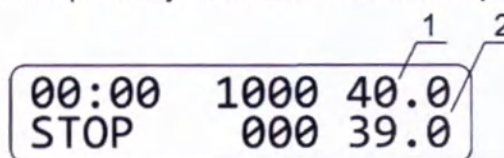

Рисунок 4. Дисплей после калибровки:
- 7.5 Дисплей покажет откалиброванные значения температуры (рис. 4/1), а прибор продолжит термическую стабилизацию согласно ранее установленной температуре.